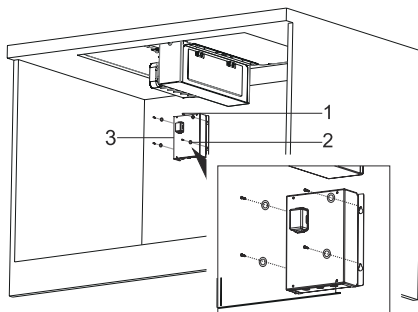

Fig. 14
9. ➤ Montera styrboxen inuti skåpet med 4 x M4 och 4 x 3,9x22 brickor och skruvar (Fig. 14). Anslut utsugskanalerna och slutför installationen.